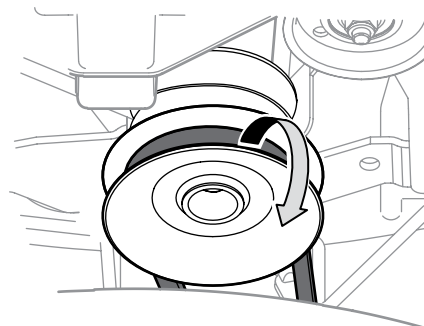

Figura 4-6
4. Extraiga la correa de alrededor de la polea de la PTO del tractor. Consulte la Figura 4-6.
- Extraiga la correa de la plataforma de alrededor de la polea de transmisión de la PTO del tractor cortacésped como se indica en la Figura 4-6. Simplemente deje rodar un lado de la correa para que salga de la polea y luego debe seguir sacándola todo alrededor de la polea hasta que se sale de la polea.
- Pase la correa de la plataforma a través de la varilla del guardacorrea y colóquela alrededor y sobre la polea de transmisión de la PTO, como se indica en la Figura 4-6.